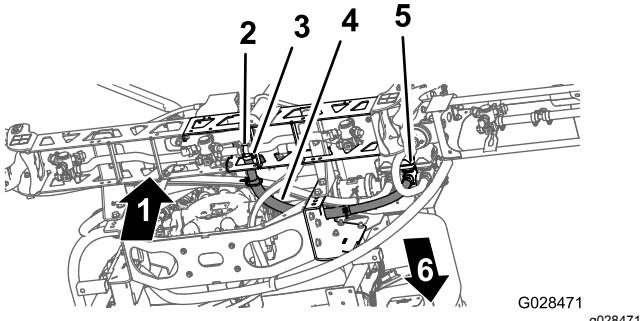

Figura 44
- Infilate il flessibile della sezione della barra centrale come illustrato nella Figura 44.
- Montate il flessibile della sezione della barra sul raccordo a T dentellato nella sezione della barra centrale e fissatelo con la fascetta stringitubo (Figura 44).